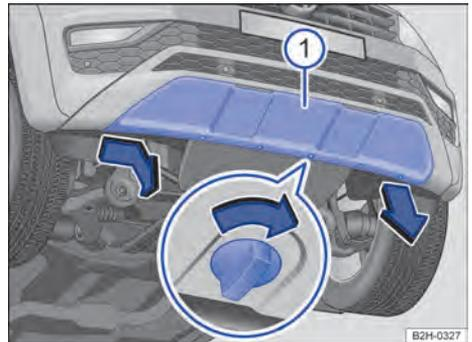

Fig. 162 En el paragolpes delantero: cubierta del gancho para remolque.
El alojamiento del gancho para remolque enroscable se encuentra en el lado derecho del paragolpes delantero, detrás de una cubierta → Fig. 162 ①.
- Gire los tornillos de cierre aprox. 90 grados en el sentido de la flecha → Fig. 162.
- Extraiga las demás orejetas aprisionadora del paragolpes y deje la cubierta en el vehículo de forma segura → Fig. 162 ①.